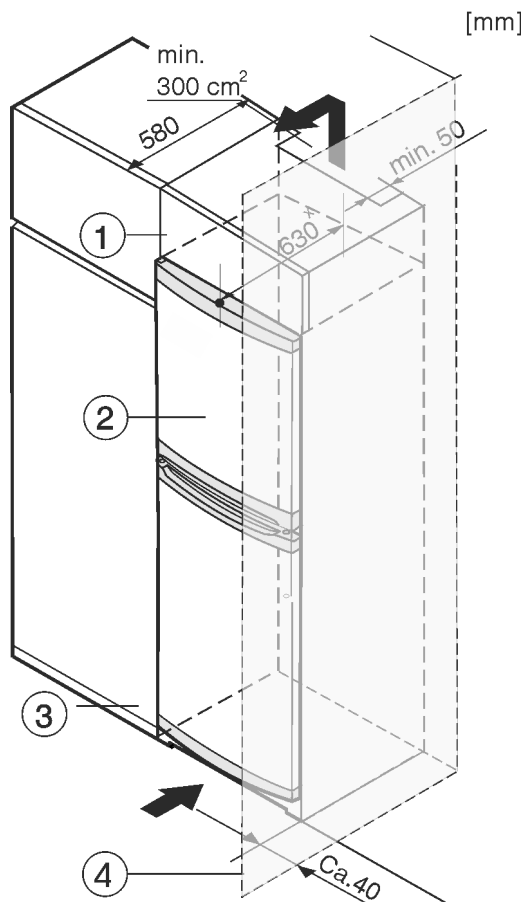

Fig. 8
- (1) Rehausse
(2) Appareil
(3) Placard de cuisine
(4) Mur
L'appareil peut être intégré dans des meubles de cuisine. Pour adapter l'appareil Fig. 8 (2) à la hauteur du coin cuisine, une rehausse Fig. 8 (1) peut être posée sur l'appareil.
Lors de la transformation avec des placards de cuisine (profondeur max. 580 mm), le réfrigérateur peut être placé directement à côté du placard de cuisine Fig. 8 (3). Le réfrigérateur dépasse sur les côtés de 34 mm * et au centre du réfrigérateur de 50 mm * par rapport à la façade du placard.
Si le réfrigérateur est installé avec les charnières près d'une paroi Fig. 8 (4), la distance entre le réfrigérateur et la paroi doit être d'au moins 40 mm. Cela correspond au dépassement de la poignée lorsque la porte est ouverte.